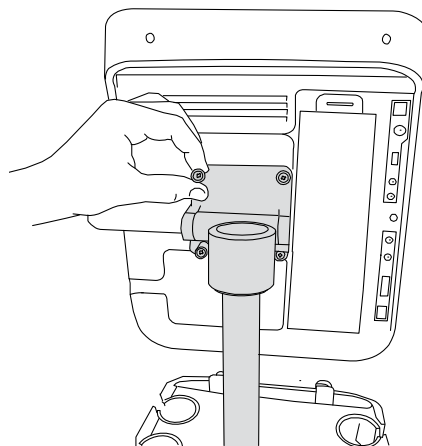

Figura 3 Coloque los tornillos en la placa de montaje
- 3 Apriete los tornillos de cada una de las cuatro esquinas del sistema hasta que quede bien fijado. Si es necesario, utilice un destornillador Phillips. Consulte la Figura 3.
- 1 Apoye el sistema de ecografía y afloje los tornillos de cada una de las cuatro esquinas de la placa de montaje. Si es necesario, utilice un destornillador Phillips. Consulte la Figura 3.